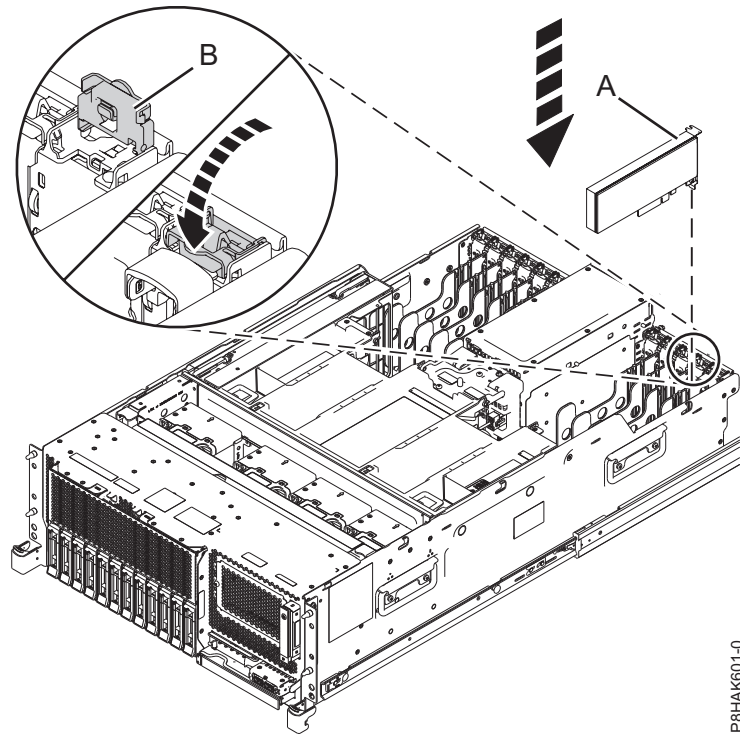
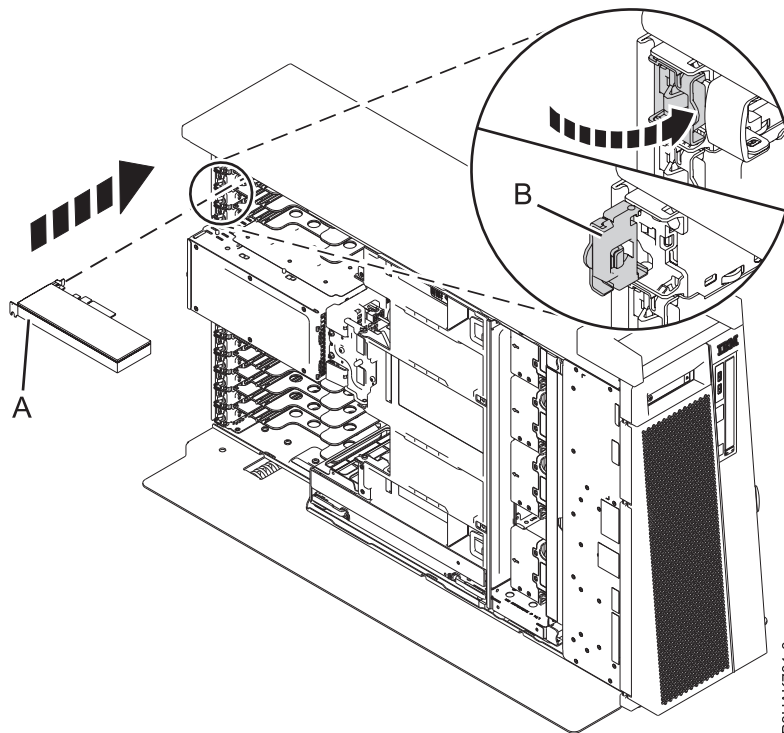

Figura 15. Instal·lació o substitució d'un adaptador PCIe en un sistema muntat en bastidor
Figura 16. Instal·lació o substitució d'un adaptador PCIe en un autònom sistema 8286-41A
6. Si el pestell d'adaptador (B) de la ranura de destinació encara no està en la posició d'obertura, estireu el pestell fins que es col·loqui en posició d'obertura fent-lo girar cap a fora del clip de la part posterior del sistema, tal com es mostra a la Figura 15 a la pàgina 17 i Figura 16 a la pàgina 17.
7. Agafeu amb compte l'adaptador per l'extrem superior o per la contrapunta i alineeu-lo amb la ranura i el seu connector de la placa posterior del sistema (A), tal com es mostra a Figura 15 a la pàgina 17 i Figura 16 a la pàgina 17.
9. Per bloquejar l'adaptador dins la seva ranura, feu girar el pestell d'adaptador (B) en la direcció que es mostra a la Figura 15 a la pàgina 17 i Figura 16 a la pàgina 17.